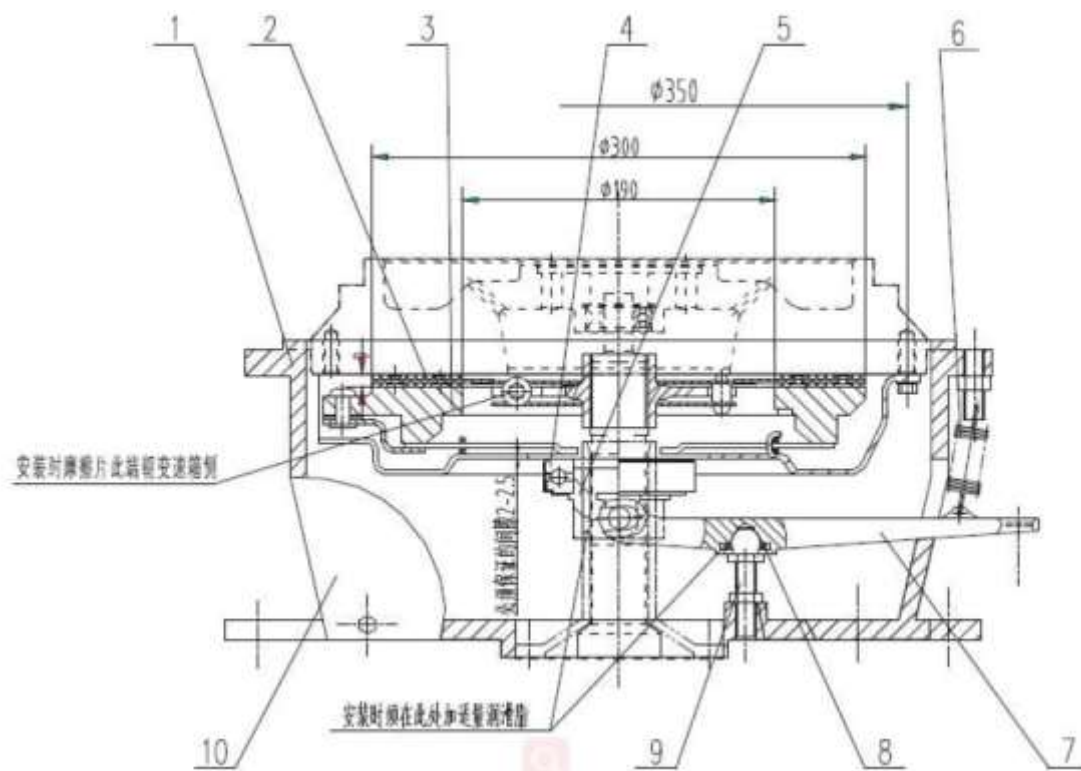
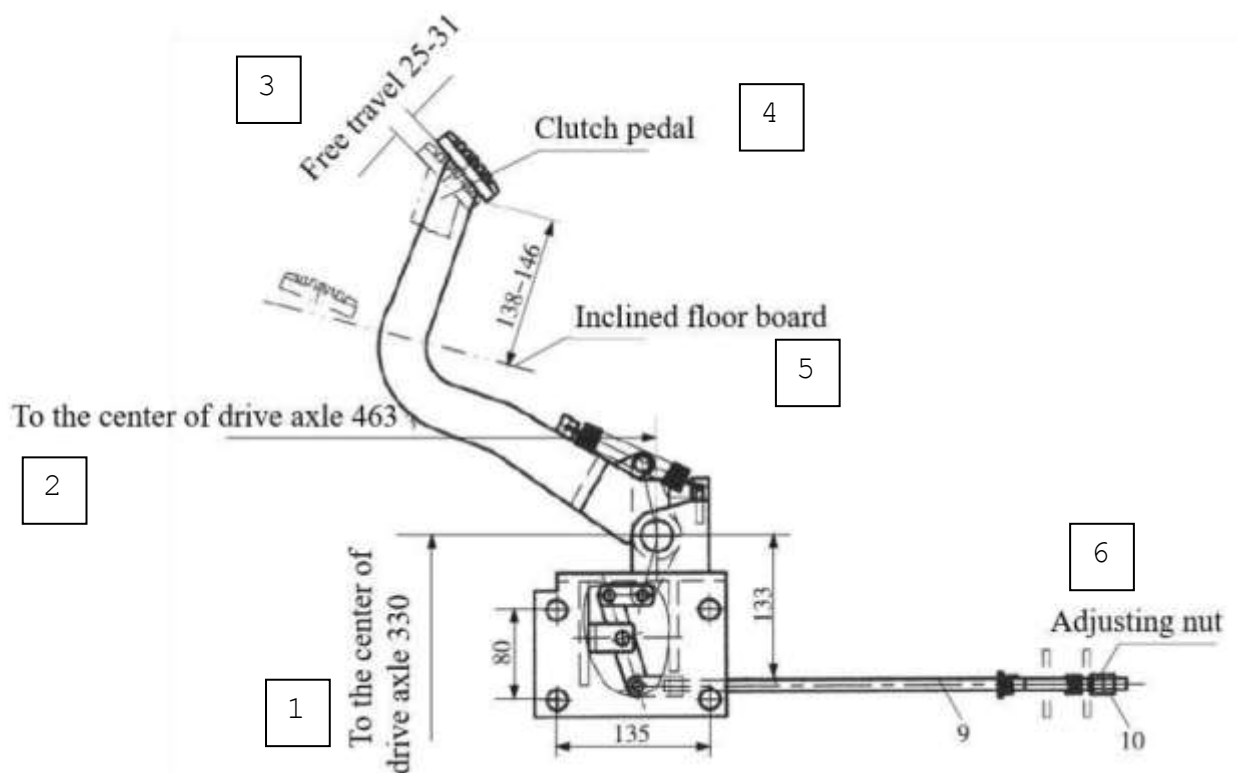

Рис. 3.1.2. Сцепление:
Рис. 3-1-3. Работа сцепления:
1.2. Сцепление (Рис. 3-1-2).
В. Регулировка сцепления: когда сцепление задействовано, нужно поддерживать расстояние 2-2,5 мм между нажимной пластиной и крышкой (3) фрикционного диска и выключить подшипник (4) (см. Рис. 3-1-2), чтобы не допустить стирания подшипника и фрикционного диска. Свободный ход педали сцепления небольшой и составляет 25-31 мм.
Регулировка свободного хода педали сцепления выполняется поворотом рычага (9) и регулировочной гайкой (10) на рычаге (см. Рис. 3-1-2 и Рис. 3-1-3). Заворачивание гайки уменьшает свободный ход, отворачивание гайки увеличивает свободный ход, а по мере износа фрикционного диска следует регулировать свободный ход в любое время.
(1) Снятьвилку выключения (см. Рис. 3-1-2) и передвинуть втулку выключения и подшипник выключения назад от крышки подшипника (поз. 3);
(2) Опустить возвратную пружину вниз до конца (поз. 2) с помощью отвертки или другого инструмента, и с помощью кольцевой канавки на скользящем валу (поз. 1) задвинуть скользящий вал во входной вал (поз. 1);
(3) Снять соединяющие болты нажимной пластины сцепления и вынуть нажимную пластину фрикционного диска или фрикционный диск:
(4) Сборка производится в обратном порядке.
(1) Снять вилку выключения (см. Рис. 3-1-2) и сдвинуть втулку выключения и подшипник выключения к заднему концу крышки подшипника (поз. 20);
(2) Снять наконечник (поз. 5) и возвратную пружину (поз. 6) приводного вала и вывернуть болт М8 на конце вала на входном валу (поз. 19). Входной вал вынуть с болтом М8, чтобы отделить его от фрикционного диска. Входной вал (поз. 19) в порядке, когда головка вала вынута в крышку подшипника;
(3) Снять соединительные болты на нажимной пластине сцепления и снять нажимную пластину фрикционного диска или фрикционный диск;
Погрузчики серии К2 укомплектованы двумя типами коробки передач с синхронизаторами, один из которых относится к коробке передач с одним рычагом коаксиального типа (входной вал и выходной вал находятся на одной оси). Основные детали коробки передач с одним рычагом показаны на Рис. 3-1-4А. Другой это коробка передач с параллельным двойным рычагом (входной и выходной валы расположены параллельно) (называется коробкой передач с двумя рычагами). Основные детали показаны на Рис. 3-1-3В.